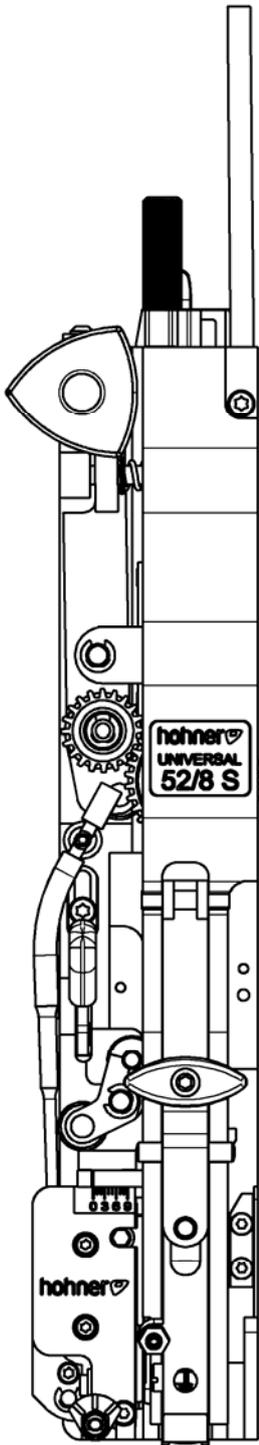
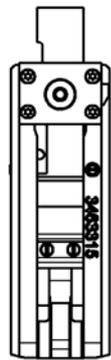

Fig. 20
Fig. 20a
- Fig. 20 , Fig. 20a , Fig. 20b -